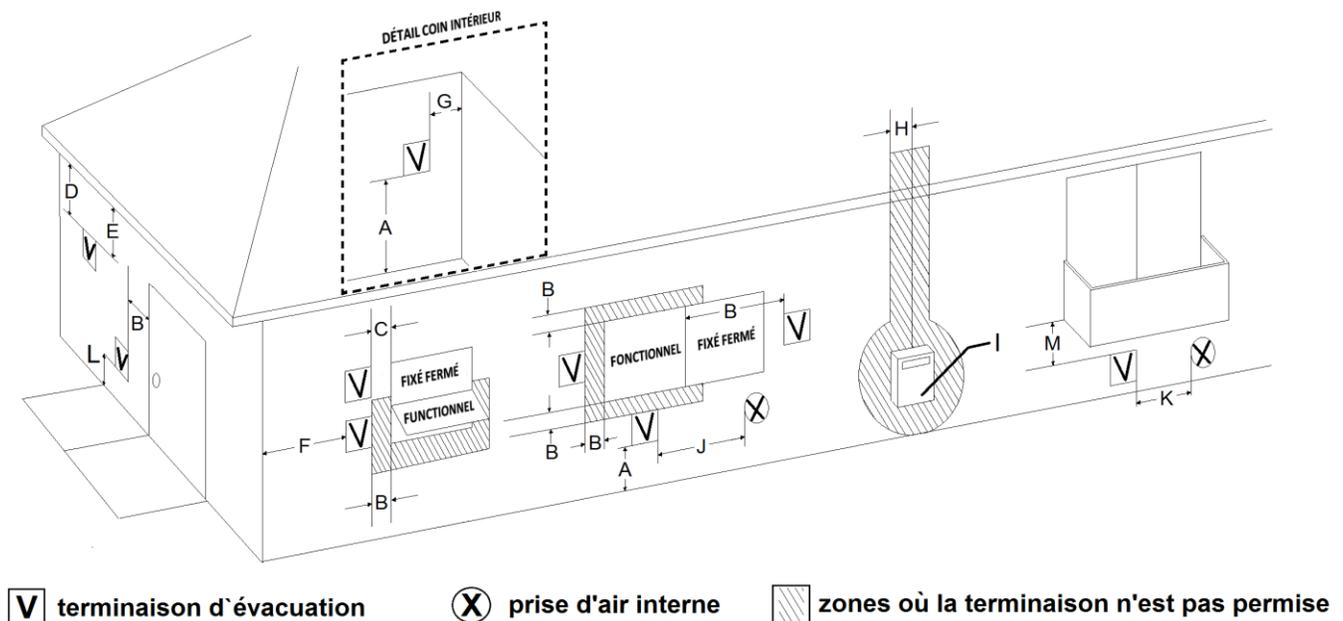

Figure 11 - Emplacements acceptables d'un Chapeau de Terminaison
- 🔥 La terminaison doit respecter la charte de la Figure 11.
- 🔥 La terminaison doit se conformer aux normes de la charte de la Figure 11.
- 🔥 La terminaison doit se conformer aux normes de la charte des Figures 11 et 12.